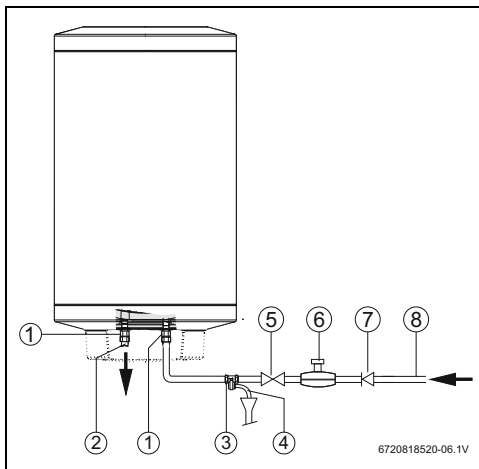

Fig. 11 Branșamentul de apă
i Pentru prevenirea deranjamentelor provocate de variații bruște ale presiunii, se recomandă montarea unei supape de refulare a rezervorului în amonte la alimentarea cu apă (Fig. 11, [7]).
- ▶ Montați supapa de siguranță la bransamentul de apă rece al boilerului (Fig. 11).
Dacă presiunea apei 80 % depășește presiunea maximă a boilerului (6,4 bar), instalați o supapă de reducere a presiunii (Fig. 11). Dacă presiunea apei boilerului depășește 6,4 bar, se acționează supapa de siguranță. Apa care se scurge trebuie să fie deviată.
- ▶ Închideți robinetul de apă (→ Fig. 11).